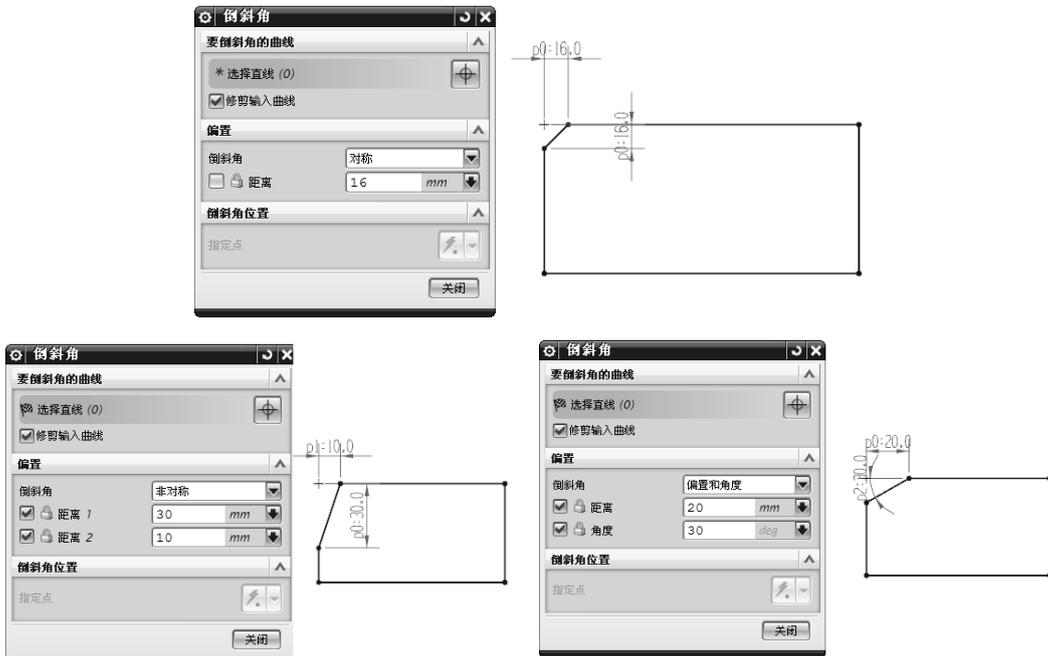

图 2-53 倒斜角
(2) 倒斜角 ：对两条草图线之间的尖角进行倒斜角。倒斜角分为对称、非对称、偏置和角度三种方式，如图 2-53 所示。